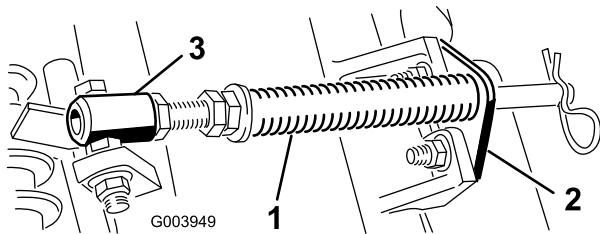

Bild 4
- A. Nehmen Sie die zwei Schlossschrauben und Muttern ab, mit denen die Stangenhalterung an den Nasen der Schneideinheit befestigt ist (Bild 4).
- B. Nehmen Sie die Bundmutter ab, mit denen die Schraube des Federrohrs an der Trägerrahmennase befestigt ist (Bild 4). Nehmen Sie das Bauteil ab.